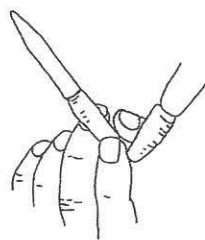

图3-19 除去碱式滴定管乳胶管中气泡的方法
(4) 调节起始读数：在滴定管下放一个烧杯，调节活塞，使滴定管尖嘴部分充满反应液（如果滴定管内部有气泡，应快速放液以赶走气泡；除去碱式滴定管乳胶管中气泡的方法如图3-19所示），并使液面处于“0”刻度，准确读取读数并记录。
(5) 放出反应液：根据实验需要从滴定管中逐滴放出一定量的液体。